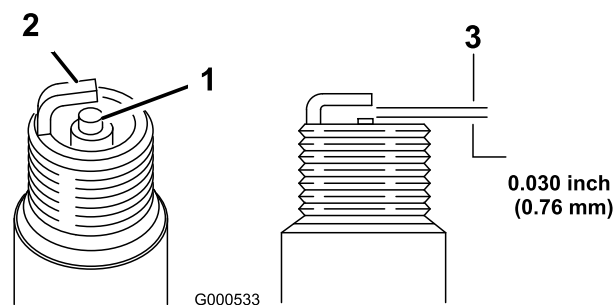

Bild 24
1. Sehen Sie sich die Mitte der Zündkerze an (Bild 24). Wenn der Kerzenstein hellbraun oder grau ist, ist der Motor richtig eingestellt. Eine schwarze Schicht am Kerzenstein weist normalerweise auf einen schmutzigen Luftfilter hin.
2. Prüfen Sie den Abstand zwischen den mittleren und seitlichen Elektroden (Bild 24). Verbiegen Sie die seitliche Elektrode, wenn der Abstand nicht stimmt.